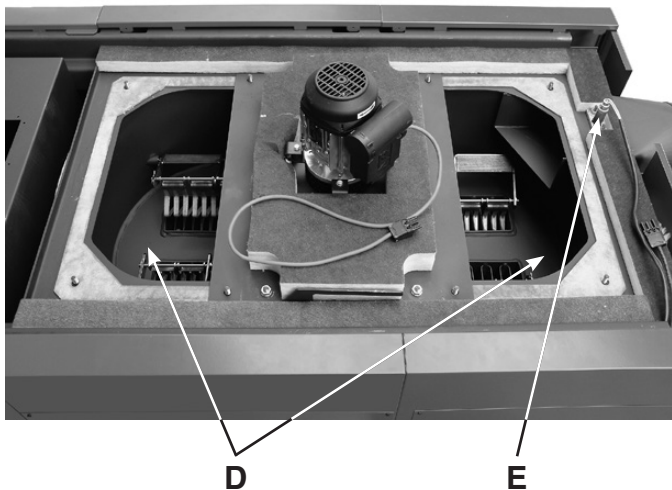

Bild 21
2. Stecker abziehen (A)
3. Flügelmuttern lösen (B)
5. Abgas-Sammlerdeckel abnehmen (C)
6. Asche herausaugen (D, Bild 21)